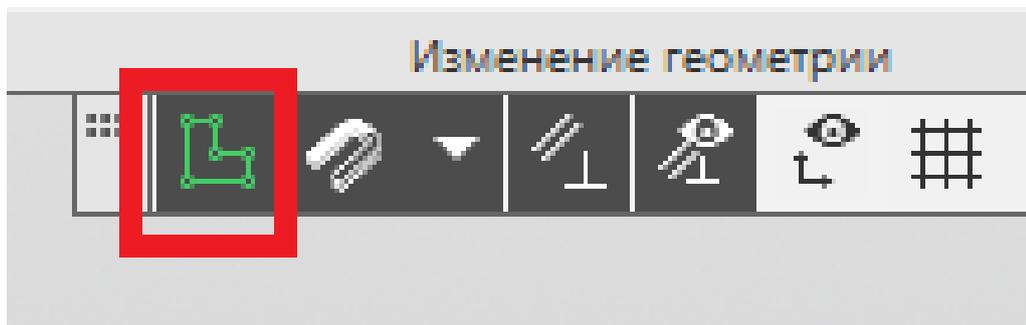

Рис. 137
9. Завершаем построение эскиза нажатием на пиктограмму «Создать эскиз» (рис. 137).